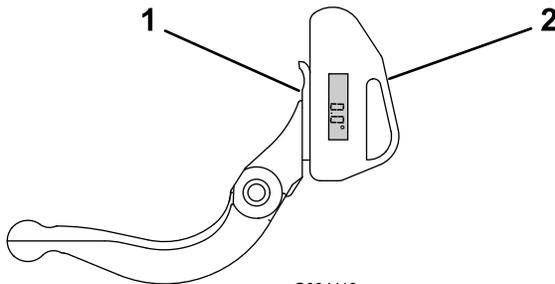

Figura 66
1. Coloque el indicador de ángulo en el lateral inferior de la contracuchilla, tal y como se muestra en la Figura 66.